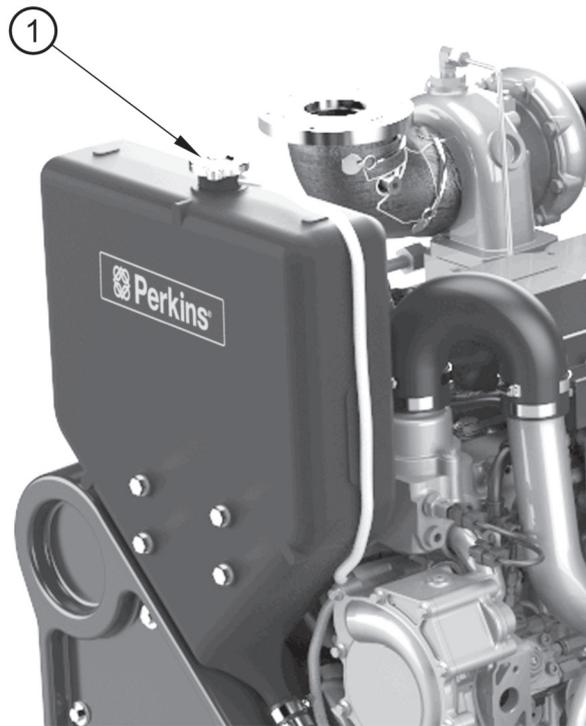

Abbildung 5
1. Entfernen Sie den Fülldeckel (Abbildung 5, Nummer 1) des oberen Tanks und füllen Sie langsam Kühlmittel ein, bis zu einer Füllhöhe gerade unterhalb der Leitungen im oberen Tank.
1. Lösen Sie den Kühlmittel-Fülldeckel am Kühlmitteltank (Abbildung 5 Nummer 1).